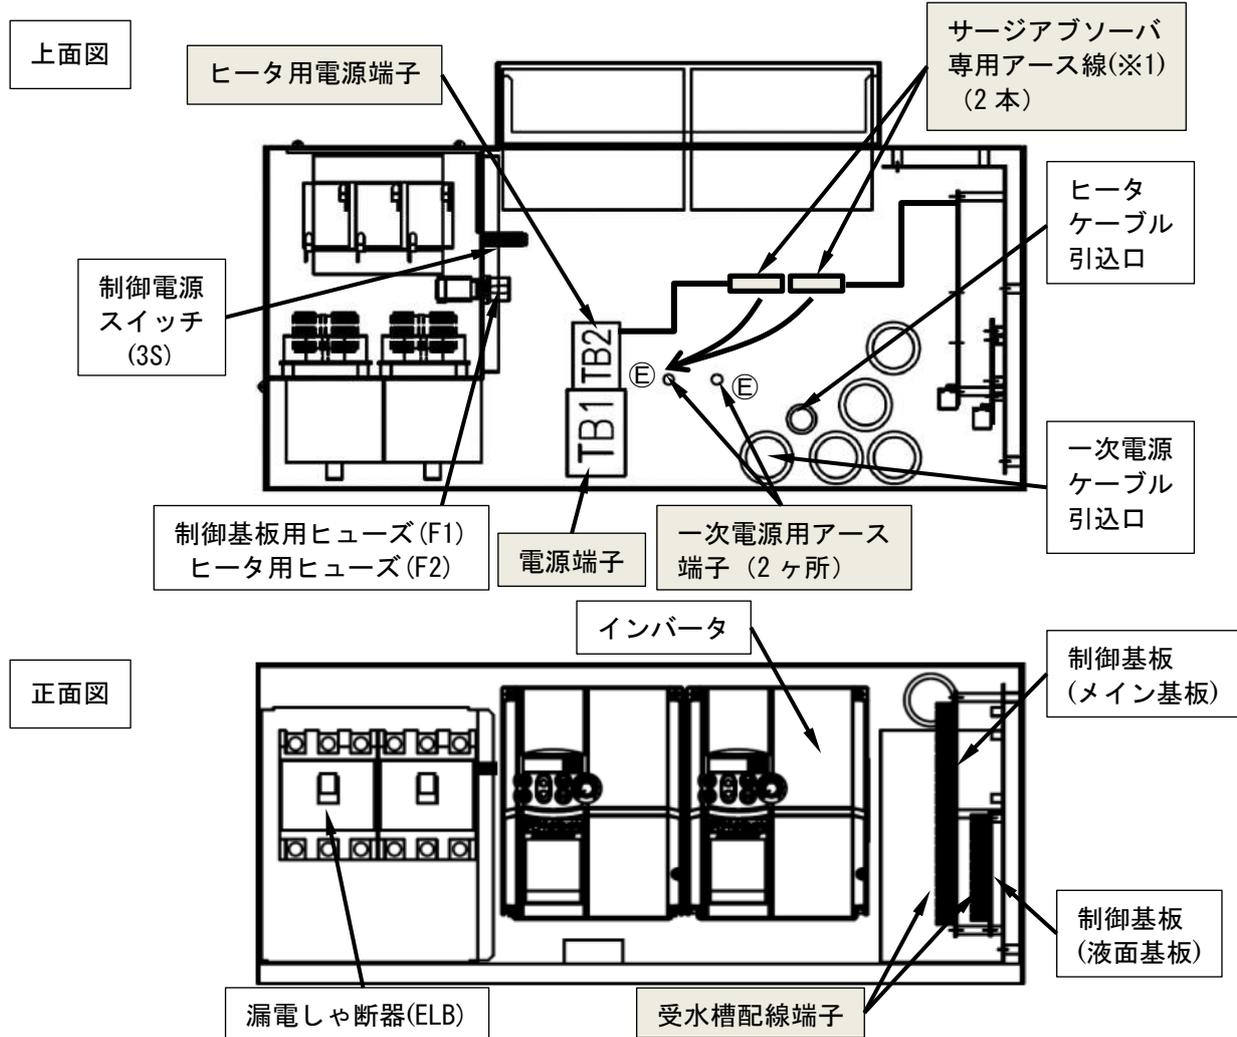

図4 制御盤内図 3.7kW以下 (制御盤カバーを外した状態)
- (1) この給水装置は、主要部品（電動機・圧力センサ・フロースイッチ・サーミスタ等）の電気配線は、行っておりますが、一次電源は配線してありませんので、制御盤内の結線図により行ってください。配線は専用として、金属管又は金属ダクトに入れて、シールドを施し、管の外被は接地してください。同一管またはダクト内に、他のケーブルや制御線は併設させないでください。
- (2) この給水装置は、一次電源側に主開閉器が入っておりませんので必ずお取り付けください。感電事故防止のため、法律により、ご使用先に漏電しゃ断器の取り付けが、義務付けられていますが、本給水装置には特に「インバータ用」のものをご使用ください。
- (3) 開閉器を入れる前に、次の点をお調べください。
- ①しゃ断器は、適切なものが入っているか。
- ②配線は、間違いないか。
- ③接地（アース）は、確実に施工してあるか。（D種(第三種)接地工事）
- ④電動機端子3本が、1本でもゆるんだりはずれたりしていないか。端子2本で運転されると、欠相運転となり、電動機が焼損しますので、ご注意ください。（単相機種でも3本使用）
- (4) 受水槽の電極棒との接続が可能です。「5 5. 電気配線（受水槽電極）」により、受水槽設備を選択し、必要な配線を施行し、制御盤は選択した受水槽設備に該当する設定値に設定してください。ただし、400V級の制御盤（特殊仕様）の場合、受水槽流入弁制御は特殊仕様となります。制御盤内の結線図を確認して接続してください。
- (5) 電圧は、定格電圧の±5%以内、相間電圧アンバランス2%以内まで差支えないようになっていますが、その範囲を越えてのご使用は、故障の原因となりますので、ご使用しないでください。
- (6) 一次電源の配線の際は、一次電源のアース線を一次電源用アース端子に接続してください。単独交互0.4~1.1kW機種及び並列交互0.4kW機種については、サージアブソーバ専用アース線を一つにまとめ、もう一ヶ所の一次電源用アース端子に接続してください（図4 ※1）。
- (7) TB2 ヒータ用電源（400VA以下）は電源端子台より直接配線していますので、取り扱いの際は必ず主電源を切ってから行ってください。（盤内の開閉器のON-OFFとは無関係です）